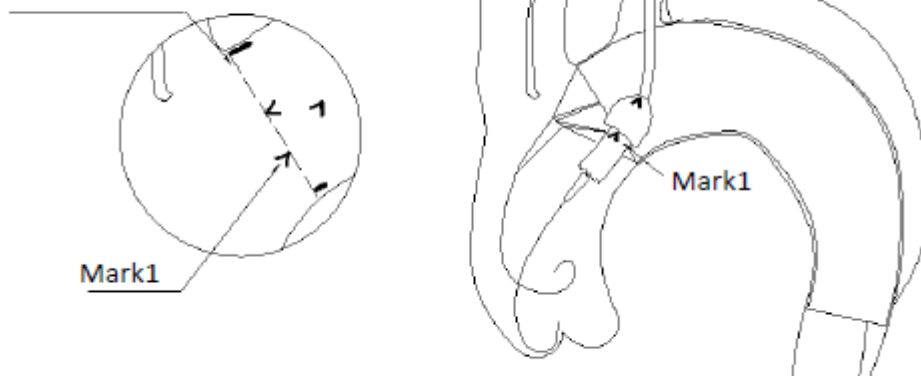

Figura 14: retirada general del endoprótesis de la rama aórtica
- 3) Soltar el botón de desbloqueo para retraer lentamente el sistema de colocación en su totalidad y mover la endoprótesis de la rama hacia el extremo distal hasta que la punta del punto de desarrollo Mark1 de la endoprótesis esté al ras con el borde injertado de la Endoprótesis Aórtica, como se muestra en la Figura 14.